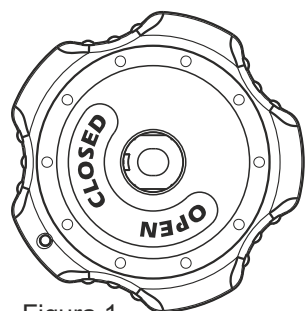

Figura 1
9.1 Introducir el pomo sobre la válvula con las inscripciones "OPEN" y "CLOSED" según figura 1. El pomo debe entrar totalmente hasta hacer tope con la válvula.
Buscar la posición correcta antes de su montaje en válvula, de forma que "OPEN" y "CLOSED" queden según figura 1.